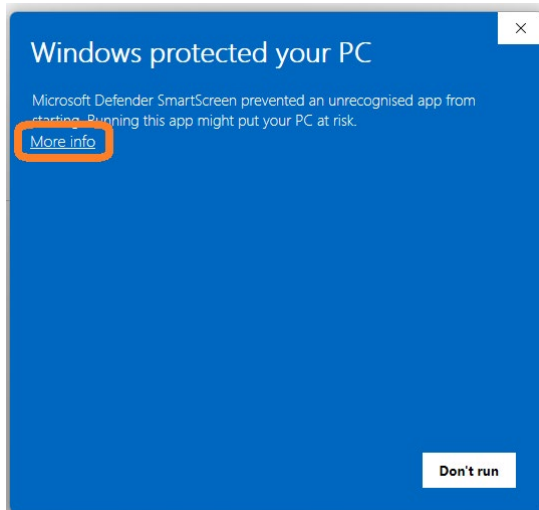

Рисунок 22
4. Откройте журнал сохраненных отчетов (см. поз. 3 рис. 22). В открывшемся окне выберите дату, после чего в левой части окна появятся сохраненные отчеты за этот день (см. рис. 27).